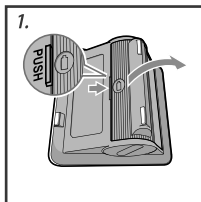

Рис.2
1. Откройте крышку отсека для элементов питания (рис.2).